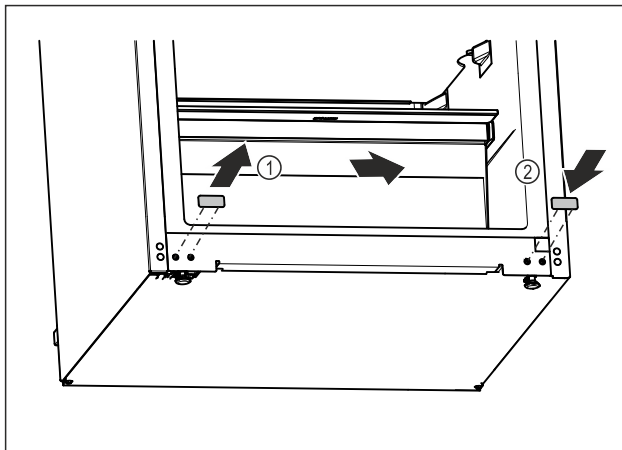

Fig. 16
- ▶ Træk dækproppen ud. Fig. 16 (1)
- ▶ Indsæt dækproppen på den modsatte side. Fig. 16 (2)